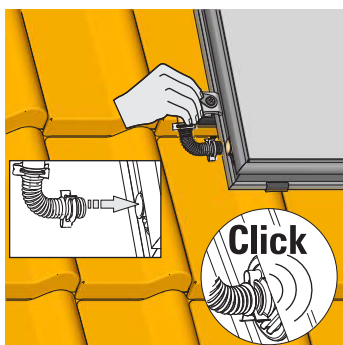

Fig. 3-45 Fase di lavoro 2
2. Montare i raccordi (fig. 3-45).